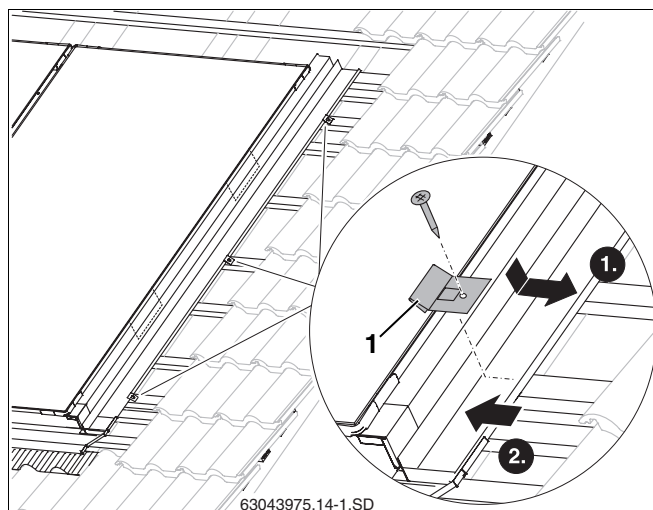

Fig. 49 Fissaggio del profilo d'integrazione laterale
- ▶ Disporre i ganci (fig. 49, **pos. 1**) nello spigolo del profilo d'integrazione laterale.